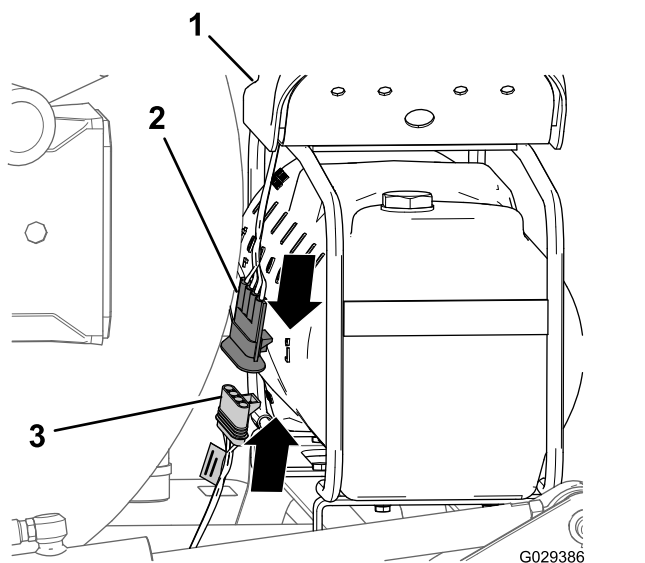

Рисунок 120
1. В конце ответвления жгута проводов длиной 236 см совместите 4-гнездовой соединитель жгута проводов доводочного комплекта с 4-штыревым соединителем жгута проводов компрессора (Рисунок 120).
2. Вставьте 4-штыревой соединитель в 4-гнездовой соединитель (Рисунок 120).